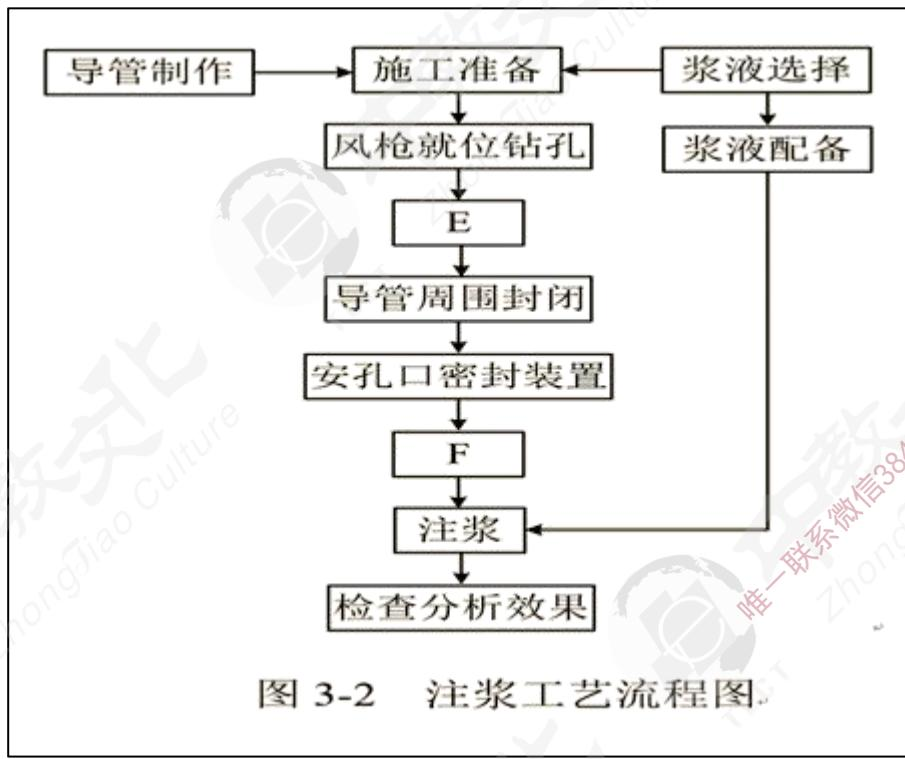

图 3-2 注浆工艺流程图。
隧道穿越岩溶区，地表水、地下水丰富，开挖过程中发现不同程度的渗水和涌水，为保证隧道施工安全，施工单位对隧道渗水和涌水采用超前小导管预注浆进行止水处理，注浆工艺流程如图 3-2 所示。
3. 写出图 3-2 中工序 E、F 的名称。